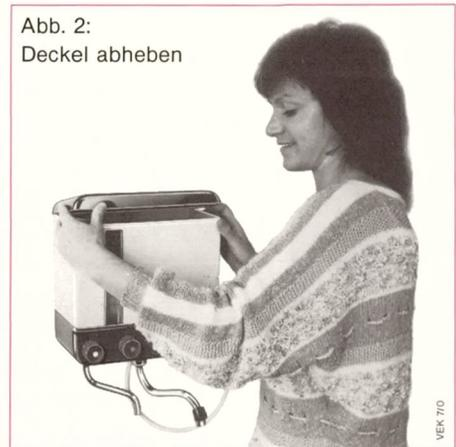

Abb. 3:
3. Entkalkungsmittel in den Boiler einfüllen (Abb. 3).